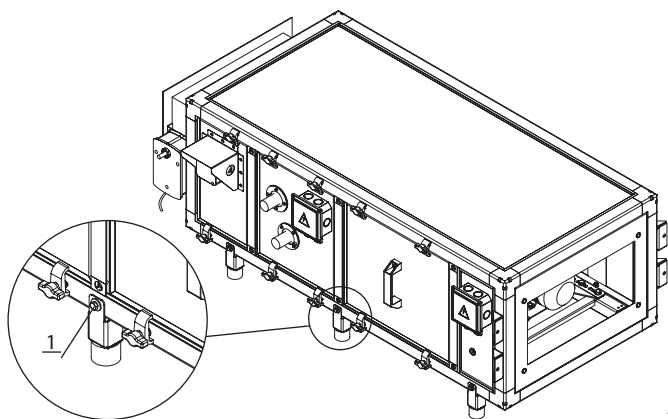

Рисунок 43
3.1.2 Каждый отдельный бокс, входящий в установку напольного исполнения, устанавливается на специальные металлические опоры (рис.43), которые оснащены резинометаллическим виброизоляторами, препятствующими передаче вибраций на строительные перегородки и ограждения помещений.